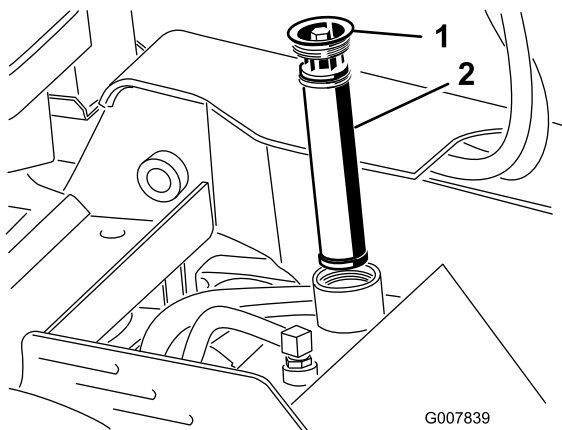

Figura 58
4. Togliete il filtro dell'olio e gettatelo (Figura 58).
5. Inserite il filtro idraulico di ricambio e il tappo di riempimento (Figura 58) e serrate il bullone in alto a una coppia compresa tra 13–15,5 N·m.
5. Togliete il tappo di riempimento del serbatoio idraulico e il filtro (Figura 58).
10. Inserite il filtro idraulico e il tappo di riempimento (Figura 58) e serrate il bullone in alto a una coppia compresa tra 13–15,5 N·m.